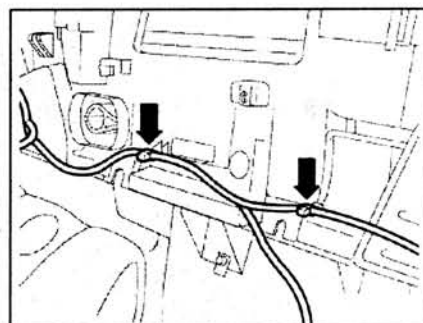

Рис. 8.64. Снимите фиксаторы (стрелка) тросов на отопителе.
3. Снимите фиксаторы (стрелка) тросов на отопителе (рис. 8.64).